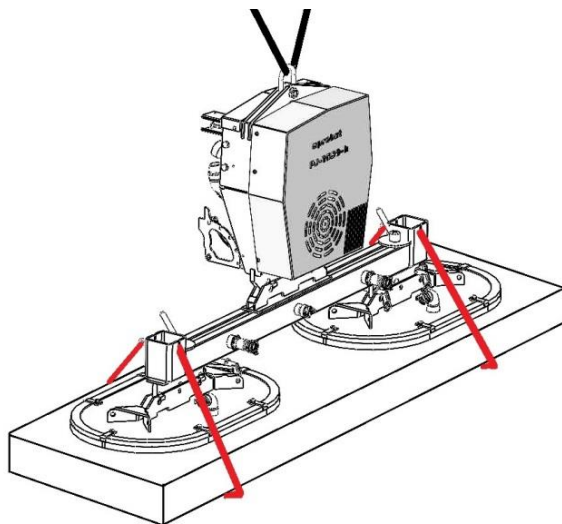

Abb. 1
Die Saugplatten müssen immer den *gleichen* Abstand (A) zur senkrechten Mittelachse der Traverse haben (siehe Abbildung 1).
- Beide Sicherheitsketten auf der anderen Seite des Gerätes **straff** einhängen, wie im Bild 1 dargestellt. (Kettenenden in den Kettenkästen verstauen).
- Lastsicherungsketten **müssen straff** an der Last anliegen, damit bei Vakuumausfall/Verlust (z.B. bedingt durch Energieausfall) die Last durch die Lastsicherungsketten gehalten wird (Abb. 1).